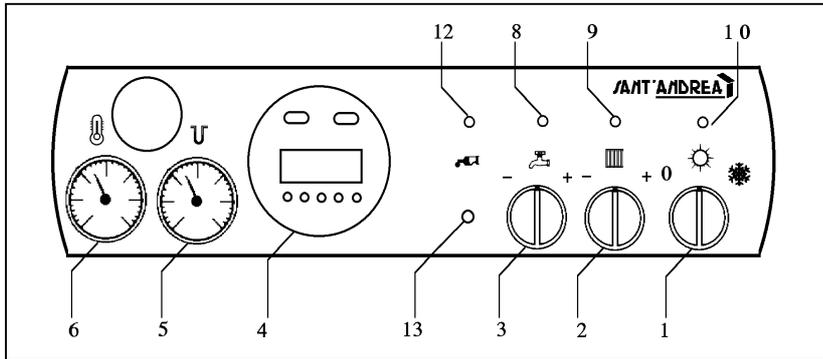

Fig. 36
La température est relevée par le manomètre (6) se réfère à l'eau pour le chauffage du sanitaire (circuit primaire) (voir fig. 36)
#### Allumage (fig. 36), il faut: